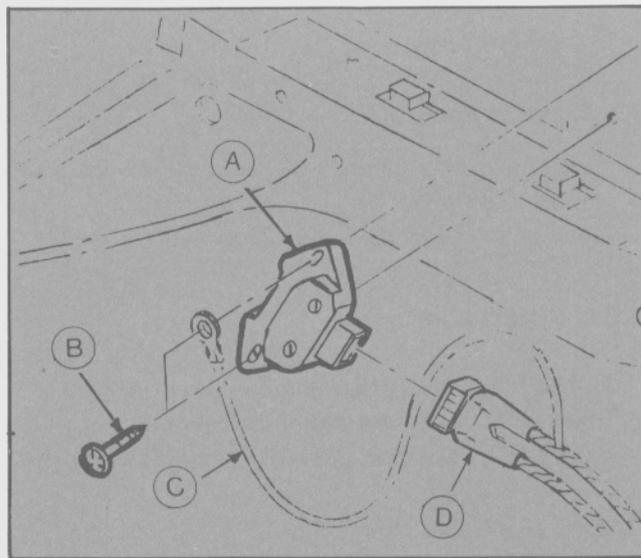

Fig. 38 - Instalación del módulo de ignición.
- Ubicar el módulo sobre el panel interior del guardabarro, sujetar el cable de masa y el módulo con el tornillo superior y luego colocar el tornillo inferior (Fig. 38).